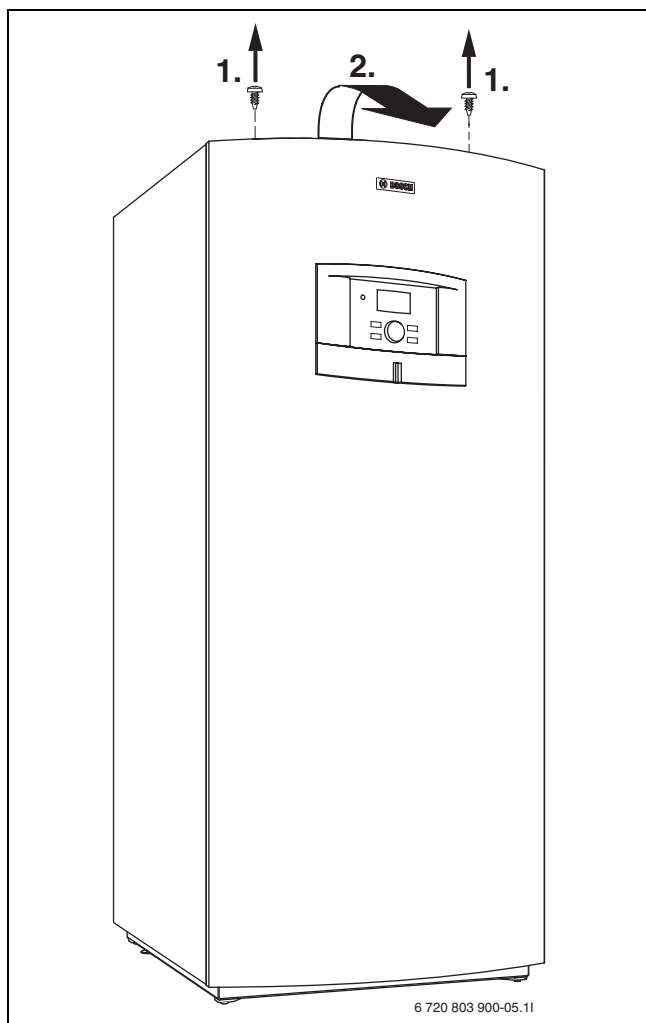

Bild 22 Demontering av frontplåt
- ▶ Skruva loss skruvarna, luta frontplåten utåt och lyft bort den (→ bild 22).
- ▶ Demontera frontplåten (→ bild 22).